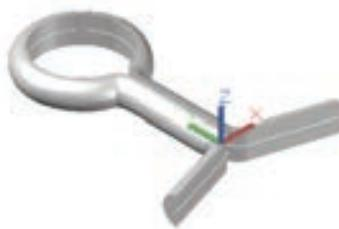

图 11-195 打开的销图形
1) 打开文件: 选择菜单栏中的“文件”→“打开”命令, 打开随书光盘文件 X:\源文件\11\立体图\销.DWG, 如图11-195所示。